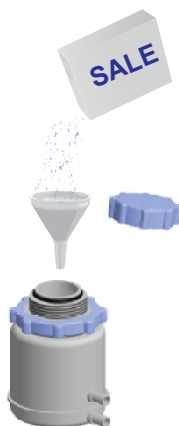

fig. 13
- Posizionare l'interruttore generale (1) - vedi cap. 4 - su 1 (acceso).
- A vasca vuota, controllare e, al limite, ripristinare il sale facendo ben attenzione che non venga disperso nella vasca stessa. Una forte concentrazione di sale in vasca può compromettere il corretto funzionamento e la vita della macchina. Riempire l'apposito contenitore, posto all'interno della vasca (vedi fig. 13), con sale grosso da cucina (grani da 1-2 mm - la capacità massima della boccia del sale è di 500gr.).
- Chiudere la porta e premere il pulsante (4) - vedi cap. 4 - per 5 secondi, attendendo l'accensione della spia (d) - vedi cap. 4 - che indica il funzionamento del ciclo. La macchina provvede automaticamente